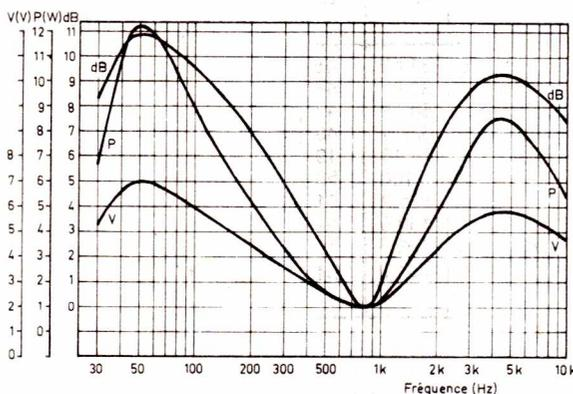

Figure 3
La figure 3 représente tout d'abord une courbe de tensions (V) relevées aux bornes de la bobine mobile d'un amplificateur pour des fréquences de 30 Hz ou 10 kHz et
La courbe dB a été dessinée, sur la figure 3, à la même échelle que les deux autres (1 dB = 1 cm), mais on peut, évidemment, la tracer à une échelle quelconque.